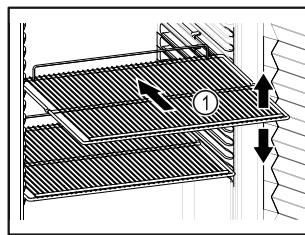

Fig. 57 Simbolična slika
- ❑ Če je odlagalna rešetka Fig. 57 (1) premična, jo prilagodite po višini.